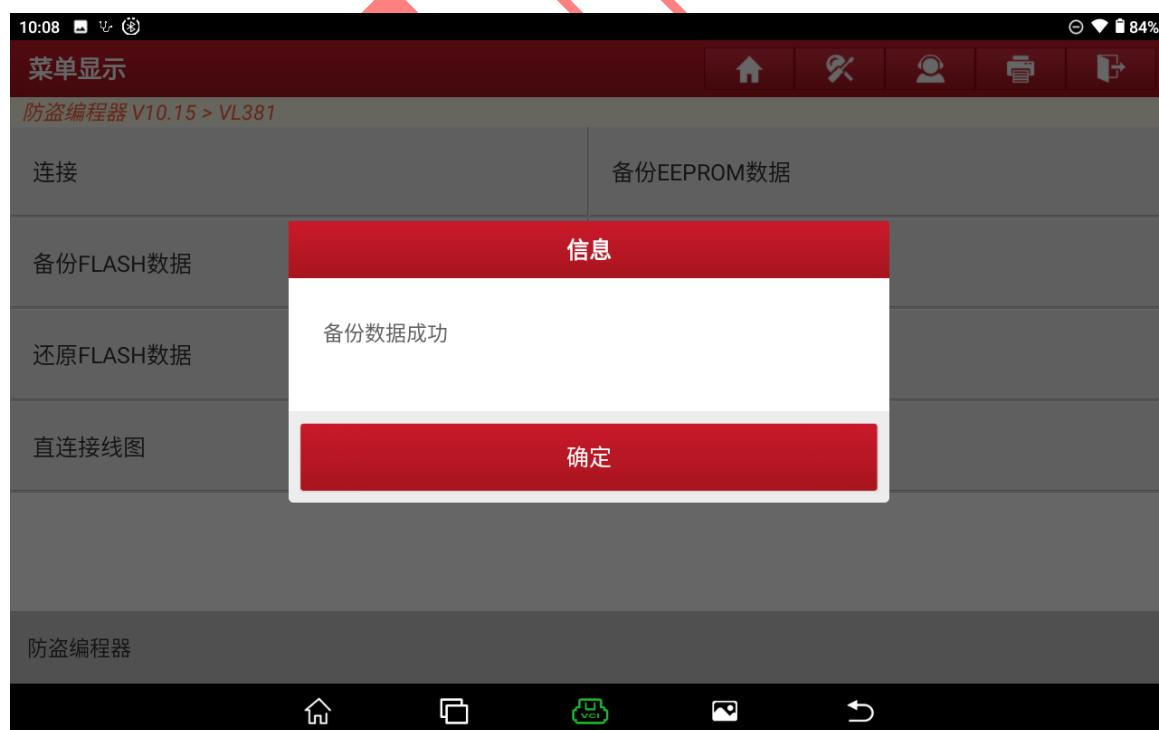

图 21
21. 原车变速箱 FLASH 数据备份成功，选择“确定”退出如图 21;